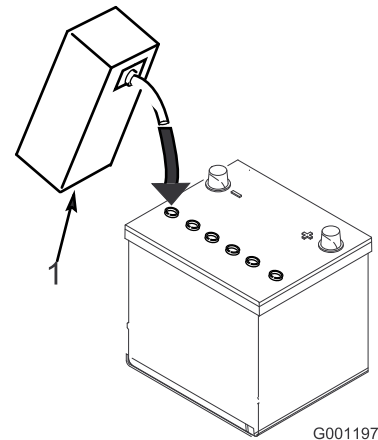

Figure 6
3. Versez de l'électrolyte avec précaution dans chaque élément jusqu'à ce que les plaques soient recouvertes par environ 6 mm de liquide (Figure 6).
4. Attendez environ 20 à 30 minutes pour que les plaques aient le temps de s'imprégner d'électrolyte. Faites l'appoint au besoin pour que le niveau de liquide monte à 6 mm en dessous du creux de remplissage (Figure 6).